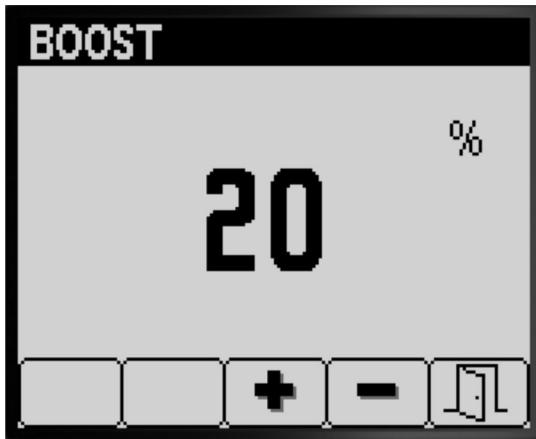

図 9
- ボタン4は増加パーセントの選択図9。
- ボタン3と4で、増加率の設定を行う図9。